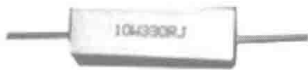

图 1-7 电阻直标法
a. 直标法。直标法是指用文字符号（数字和字母）在电阻器上直接标注出阻值和误差的方法。直标法的阻值单位有欧姆（R）、千欧（k）和兆欧（M）。图 1-7 所示为直标法水泥电阻，功率为 10W，阻值 330Ω，精度为 ±5%。
电阻器额定功率识别方法：对于标注了功率的电阻器，可根据标注的功率值来识别功率大小，例如图 1-7 中电阻的功率为 10W；对于没有标注功率的电阻器，可根据长度和直径来判别其功率大小。长度和直径值越大，功率越大。例如一个长度为 7mm、直径为 2.2mm 的金属膜电阻器，其功率为 1/8W，而一个长度为 8mm、直径为 2.6mm 的金属膜电阻器，其功率为 1/4W；对于贴片电阻，其封装大小决定额定功率，例如 0603 封装，功率为 1/16W，1206 封装，功率为 1/8W（注：1206 封装比 0603 封装的电阻体积大）。